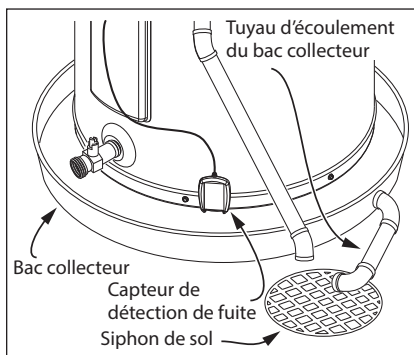

Figure 7 - Un bac collecteur adapté raccordé par un tuyau à un écoulement approprié peut permettre de protéger le plancher des fuites et égouttements.
- Bac collecteur adapté (Figure 7 à la page 8)
- Placer un bac collecteur adapté (en vente dans tout magasin de plomberie) sous le chauffe-eau (Figure 7) pour recueillir la condensation ou les fuites des raccords de tuyauterie ou de la cuve. La majorité des codes exigent, et nous le recommandons, d'installer le chauffe-eau dans un bac collecteur raccordé par un tuyau à un écoulement approprié. Le bac collecteur doit avoir au moins 50 mm (2 po) de plus en largeur que le diamètre du chauffe-eau. Installer le bac collecteur de telle sorte que le niveau d'eau soit limité à une profondeur maximale de 45 mm (1-3/4 po).
- Dans un bac collecteur adapté, raccordé par un tuyau à un siphon de sol approprié ou à l'extérieur du bâtiment (Figure 7).